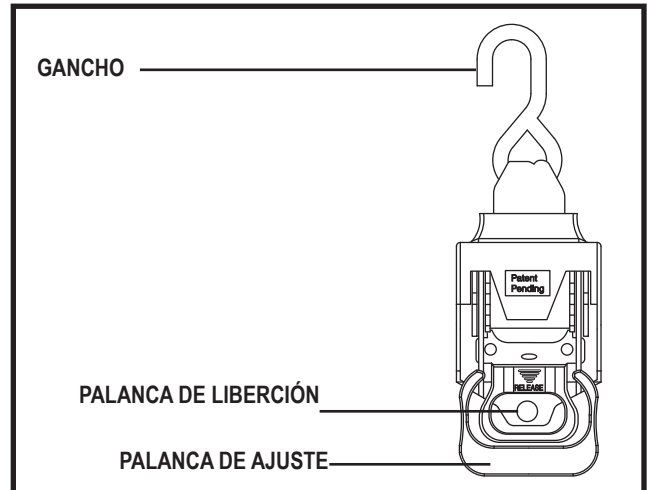

Figure 15. Correa de sujeción retráctil
- Apriete a la vez las palancas de ajuste y liberación de la correa de sujeción retráctil y tire al mismo tiempo de ambas palancas hacia usted formando un ángulo de 90 grados hasta oír un “clic”. De esta forma desbloqueará la correa (**fig. 15 y 16**).
- Una vez sujetas las correas en su posición correcta, apriete a la vez las palancas de ajuste y liberación y empuje al mismo tiempo ambas palancas a su posición original. De esta forma bloqueará la correa (**fig. 15 y 16**).